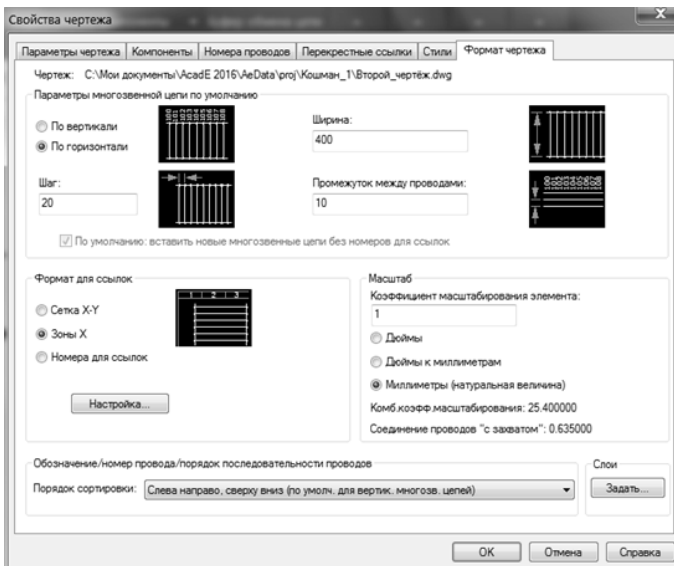

Рисунок 3.1 - Вікно **Свойства чертежа** вкладка **Формат креслення**
9. Задайте команду **Свойства чертежа** для креслення **Второй_чертёж** і на вкладці **Формат чертежа** встановіть опції, як показано на рис. 3.1.